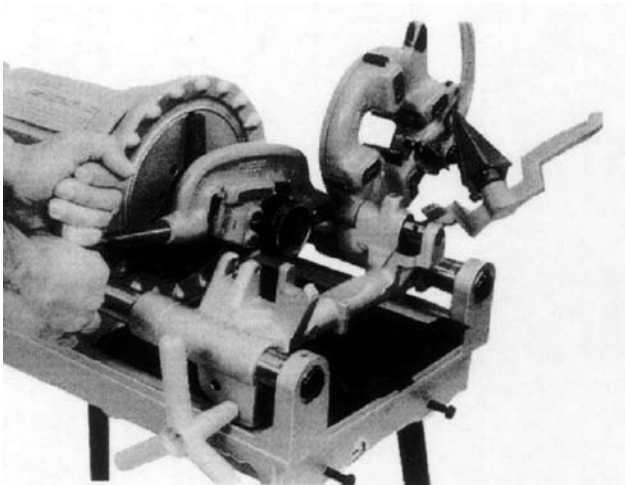

Fig. 3
- **Труборез (В):** Установить режущий ролик трубореза в точке резания и подать ролик к трубе, поворачивая рукоятку по часовой стрелке (рис. 3) во время вращения трубы.